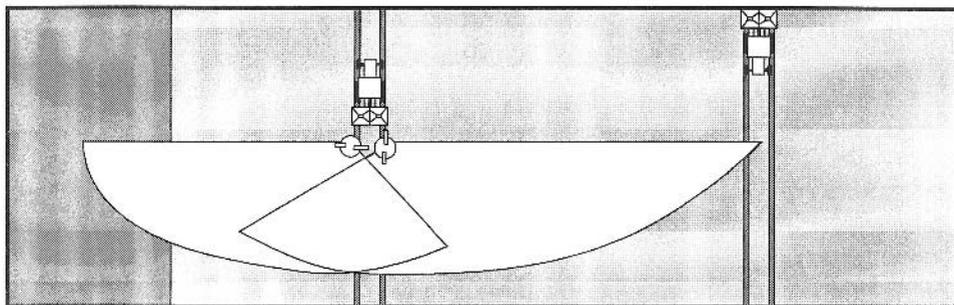

Fig. 7.7
7.1.2.2.2 Randstreuen neben eigenen, gleich zu behandelnden Flächen (Fig. 7.7)